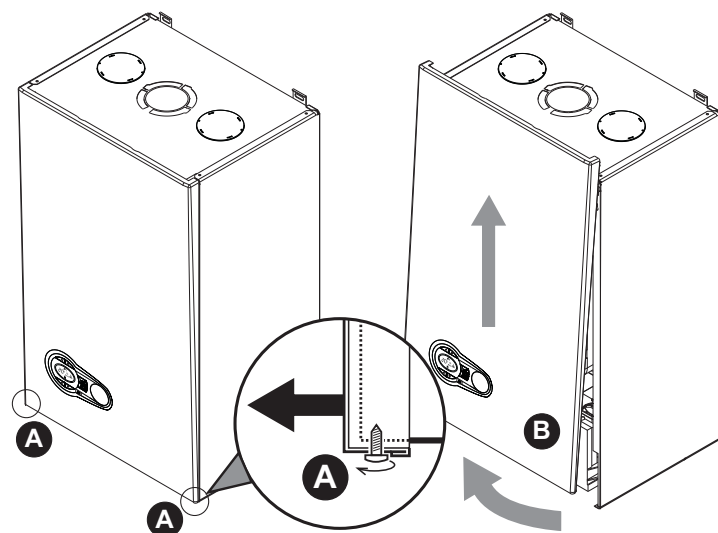

fig. 24 - Ouverture du panneau avant
1. Dévisser partiellement les vis **A** (voir fig. 24).